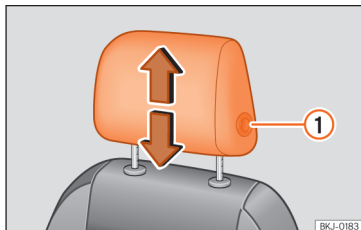
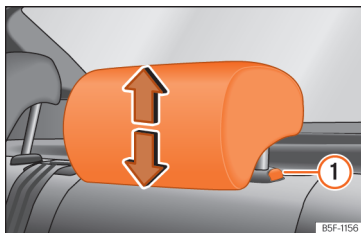

Fig. 67 Banco dianteiro: regulação do encosto de cabeça.
Fig. 68 Encosto de cabeça traseiro: ajuste do encosto de cabeça.
- Agarre o encosto de cabeça com ambas as mãos pelos lados e empurre para cima até o encaixar na posição desejada. Para baixá-lo, proceda da mesma forma, pressionando o botão lateral ① » » Fig. 67 , » » Fig. 68.